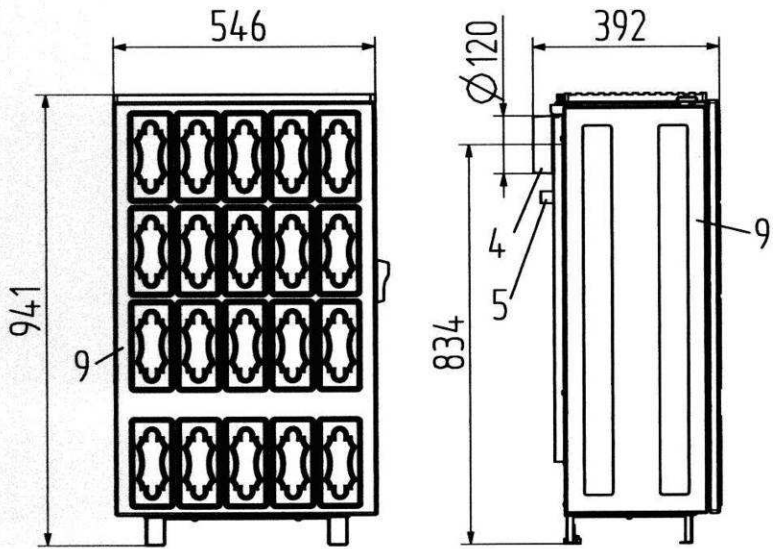

Bild 7
- Bild 7: KS 109-8 (TYP 109 82)